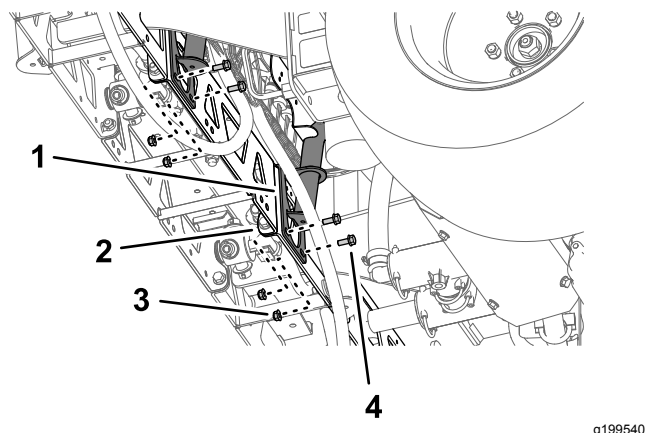
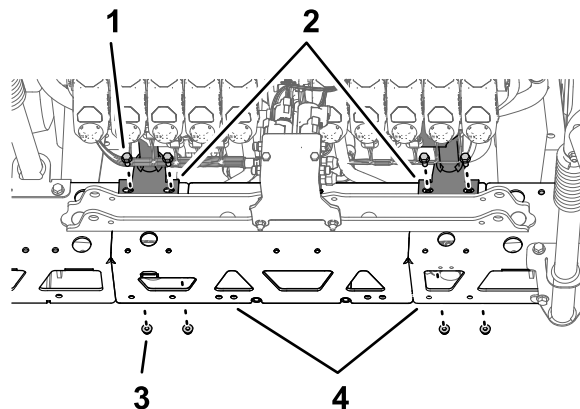

Figure 110
Figure 111
2. Placez les trous de la patte de montage du support de vannes en face des trous dans le cadre en treillis de la section de pulvérisation centrale (Figure 110).
3. Montez le support de vannes sur le cadre en treillis (Figure 110 et Figure 111) à l'aide de 4 boulons (5/16" x 3/4") et de 4 contre-écrous à embase (5/16").